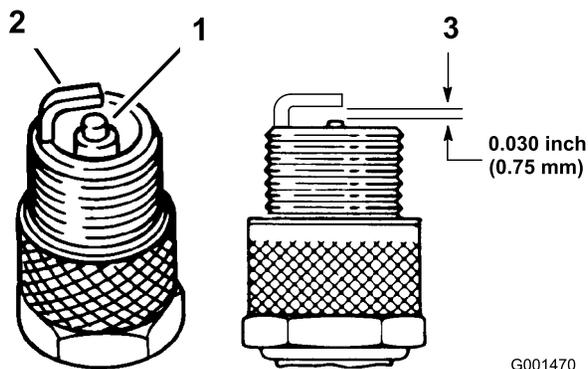

Figura 36
3. Compruebe el estado del electrodo lateral, el electrodo central y el aislamiento del electrodo central para verificar que no están dañados (Figura 36).
4. Ajuste el hueco entre los electrodos central y lateral a 0,762 mm (Figura 36).